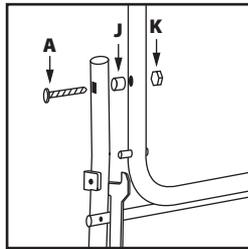

Fig. 5
- Collegare il componente **4 al 3** utilizzando gli elementi di fissaggio A, J e K. Non stringere eccessivamente. Ripetere sul lato opposto. **(Fig. 5)**.